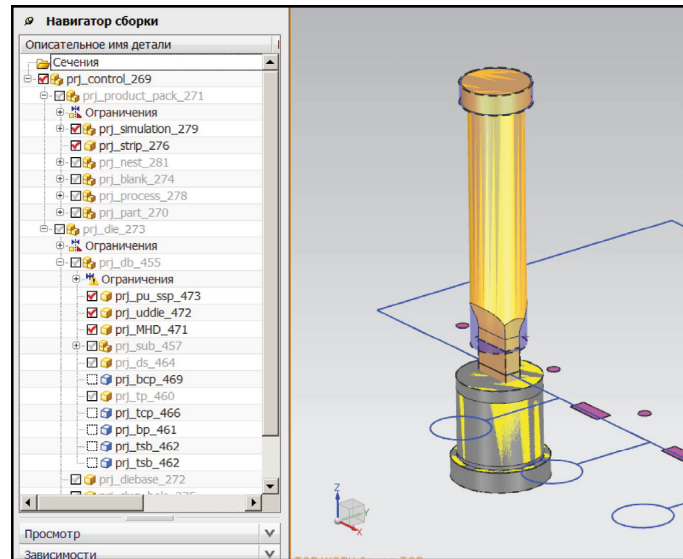

Рис. 8.15. Пуансон из библиотеки стандартных деталей
- 30. При нажатии кнопки начнется автоматическое построение инструмента. Рабочая часть пуансона будет обрезана в соответствии с формой отхода (рис. 8.15). Пуансон будет иметь название *prj\_pu\_ssp\_???*.